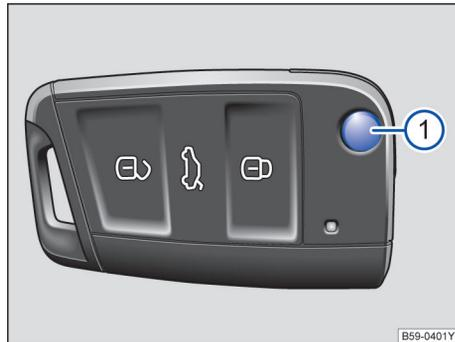

图 44 遥控钥匙
按压按钮 → 图 44① 即可解锁并翻开钥匙头。
如短时间内反复按压汽车钥匙上的按钮 → 图 44 或中央门锁某个按钮 → 第 56 页，则中央门锁系统将暂时关闭，防止系统过载，此时汽车处于解锁状态，必要时闭锁汽车。